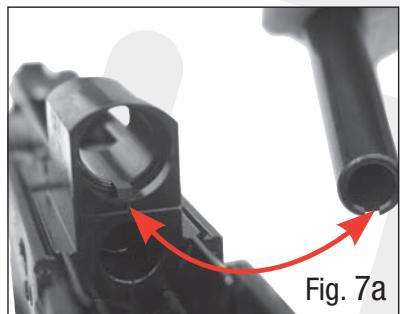

Fig. 7a
- Fixez le manchon du canon. Veillez ce faisant au bon positionnement du tenon situé sur la carcasse dans la fente du manchon du canon (fig. 7a).